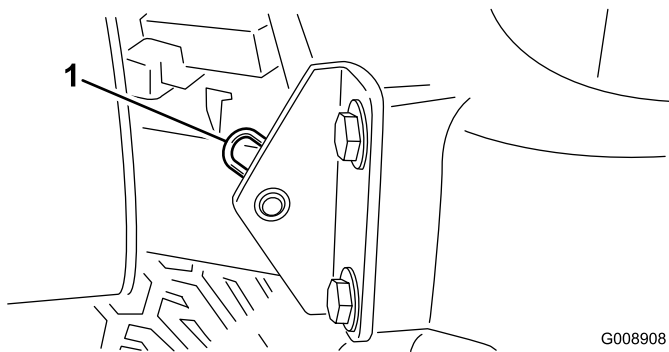

図 35
2. フードのピボット部をブラケットに固定しているヘアピンコッターを抜き取る 図 35。